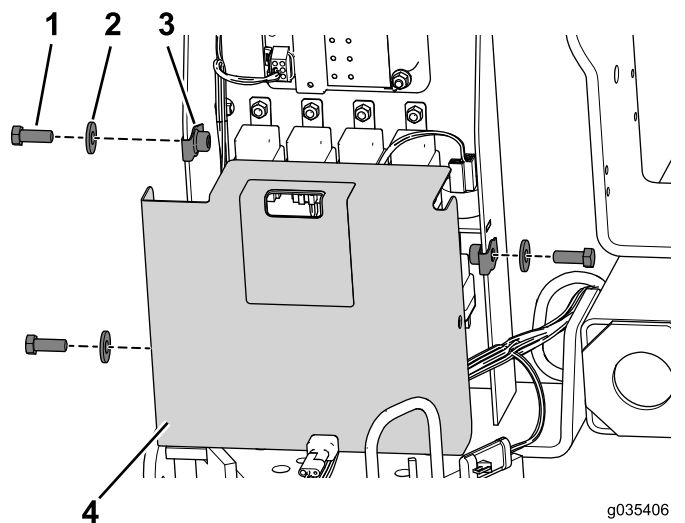

図 1
1. コンパートメントカバーを固定している金具類を外して、カバーを外す 図 1。